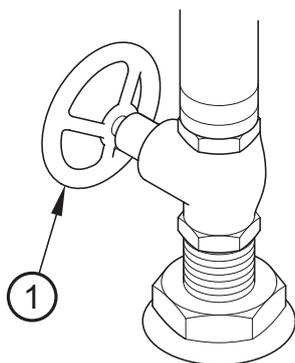

Figura 6
1. Accertarsi che la presa dell'acqua di mare sia chiusa (figura 6 voce 1 a titolo di esempio).